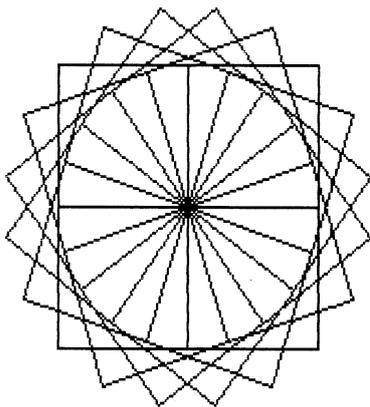

Abbildung 3
2. Programm (Listing 3, Abb. 3)
Listing 3 zeigt das entsprechende Programm und Abbildung 3 eine Hardcopy von einem Programmlauf. Wir haben die Eingabewerte $s=60$, $n=4$ und $w=18$ Grad benützt. Experimentieren Sie aber ruhig auch mit anderen Werten!